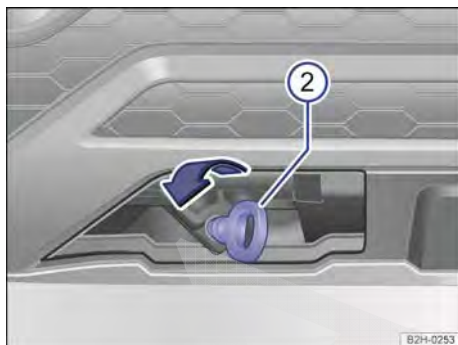

Fig. 209 No para-choque dianteiro à direita: rosquear a argola de reboque.
- Girar a argola de reboque → Fig. 209 ⓘ tão firmemente quanto possível **em sentido anti-horário** no alojamento → ⓘ. Utilizar um objeto apropriado com o qual a argola de reboque possa ser rosqueada totalmente e com firmeza no alojamento.